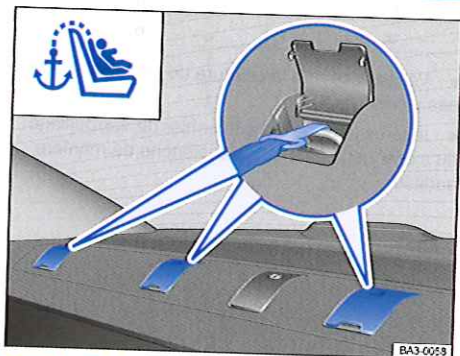

Fig. 94 Schéma de principe : œillets de retenue pour Top Tether dans le rangement situé derrière les sièges arrière
- Rabattez vers le haut le capuchon situé dans la plage arrière derrière le dossier de siège ⇒ fig. 94.
- Accrochez la ceinture de retenue supérieure dans l'œillet de retenue correspondant repéré par la mention Top Tether et situé dans la plage arrière derrière les sièges ⇒ fig. 94.